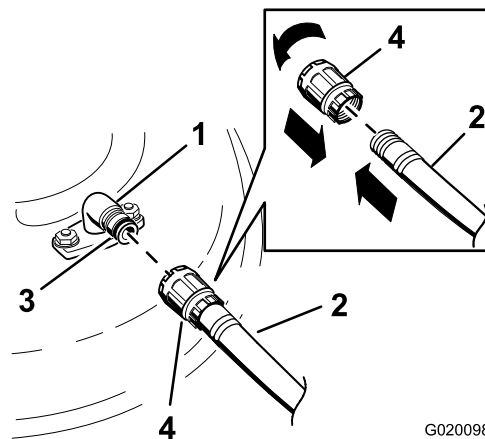

Bild 74
- Montieren Sie die Schlauchkupplung auf die Kupplung am Mähwerk-Spülanschluss und drehen Sie das Wasser mit starkem Druck auf (Bild 74).